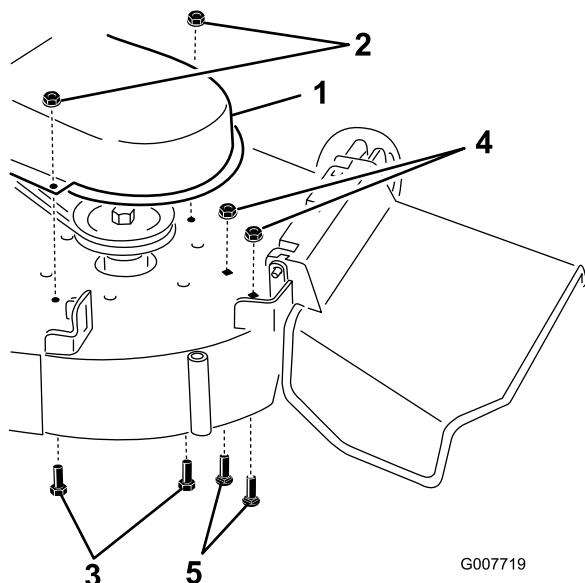

Figura 22
4. Retire las contratueras instaladas en los taladros según se muestra en Figura 22. Guarde todas las piezas sueltas.